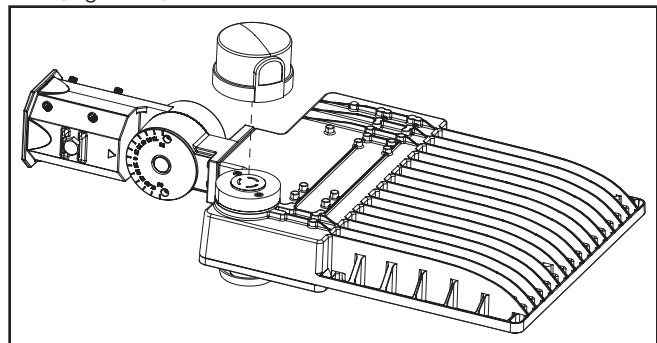

Figura 11.
1. Introduzca el fotocontrol (o el tapón de cortocircuito) en el receptáculo y gírela a la posición de bloqueo (Figura 11).